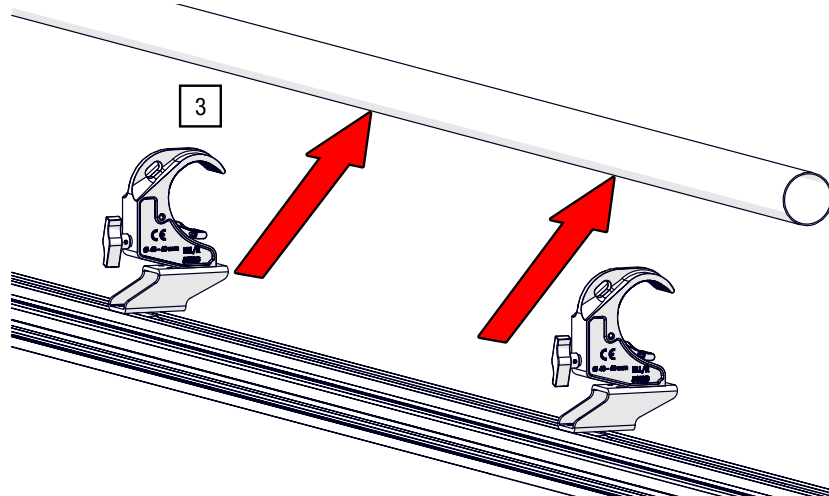

Abb. 53: G-CLAMP – Auf dem Rohr positionieren
3. Öffnen Sie die Rohrschellen maximal und heben Sie diese an das Rohr des Tragwerks (siehe Abb. 53).